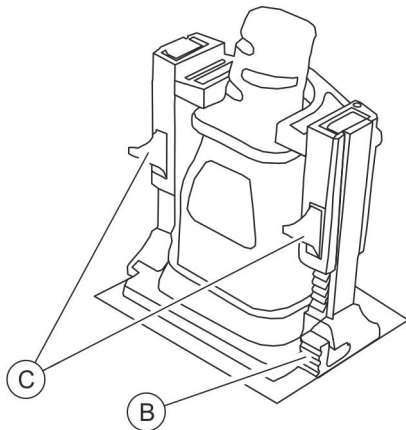

Fig. 17: Colocar la horquilla de bloqueo
3. Montar desde arriba la horquilla de bloqueo para fijar el enchufe macho (Fig. 17).
Para soltar el enchufe pueden soltarse la horquilla de bloqueo o los soportes por medio de las palancas de desbloqueo (Fig. 17/ⓑ y ⓒ).